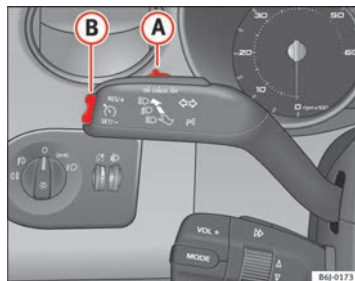

Fig. 116 Leva degli indicatori di direzione e degli abbaglianti: interruttore e tasto di comando del regolatore di velocità
- Premere la parte superiore del tasto **RES** ⇒ fig. 116 **(A)** per aumentare la velocità. La velocità sale finché si tiene premuto il tasto. Il sistema memorizza come parametro di riferimento la velocità raggiunta nel momento in cui si lascia andare il tasto.
Se si riduce la velocità schiacciando il pedale del freno, il regolatore si disattiva. Per riattivare il regolatore di velocità si deve premere una volta sulla parte superiore del tasto **RES+** ⇒ fig. 116 **(B)**.